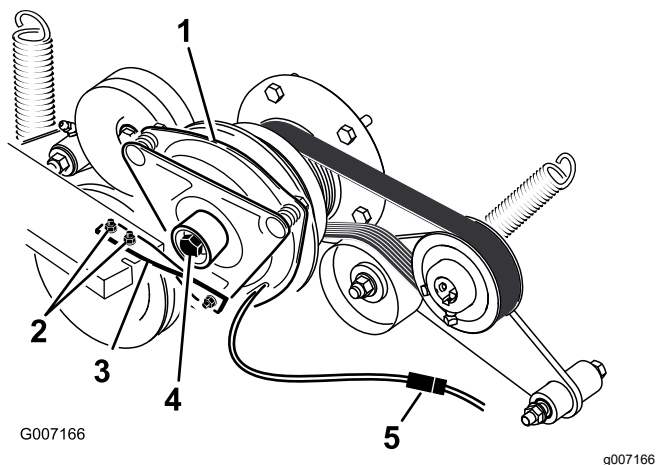

Figure 77
6. Débranchez la connexion électrique de l'embrayage (Figure 77).
7. Déposez les 2 boulons qui fixent la barrette d'embrayage en caoutchouc au cadre du plateau de coupe (Figure 77).
8. Déposez le boulon central de fixation de l'embrayage à l'arbre du moteur, et déposez l'embrayage et la clavette (Figure 77).
15. Tout en maintenant le vilebrequin à l'arrière de la machine, posez le boulon central et serrez-le à 68 N·m (Figure 77).
16. Fixez la barrette d'embrayage en caoutchouc sur le cadre du plateau de coupe au moyen des 2 boulons et écrous retirés précédemment (Figure 77).
18. Branchez la connexion électrique de l'embrayage (Figure 77).